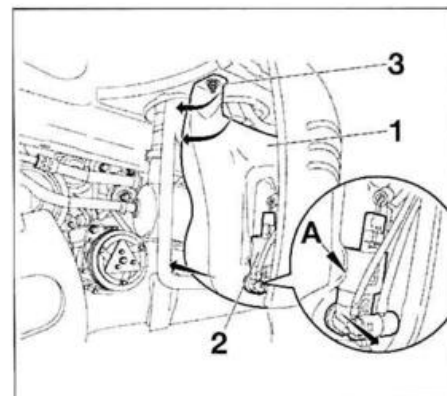

FIG. 14
- Colocar una caja recolectora debajo del depósito de lavaparabrisas (1) (fig. 14).